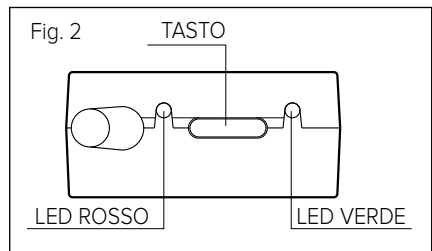

Fig. 2
- Verificare che i collegamenti tra il ricevitore ed il generatore di calore siano stati eseguiti correttamente (ricevitore, led verde acceso) (Fig. 2) secondo le indicazioni riportate nel libretto istruzioni del ricevitore.